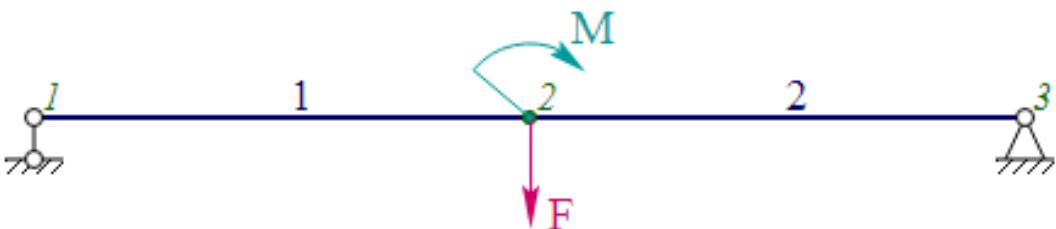

Рисунок 3 – Схема балки к заданию 3
3. Определите реакции связей и постройте эпюры поперечных сил и изгибающих моментов (рисунок 3). Заданы значения активных сил и моментов: $F = 3 \text{ кН}$, $M = 30 \text{ кН}\cdot\text{м}$. Длины участков балки равны: $l_{12} = 2 \text{ м}$, $l_{23} = 7 \text{ м}$.